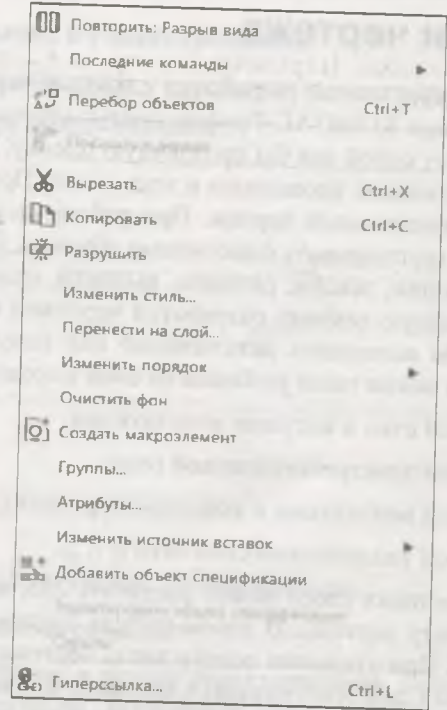
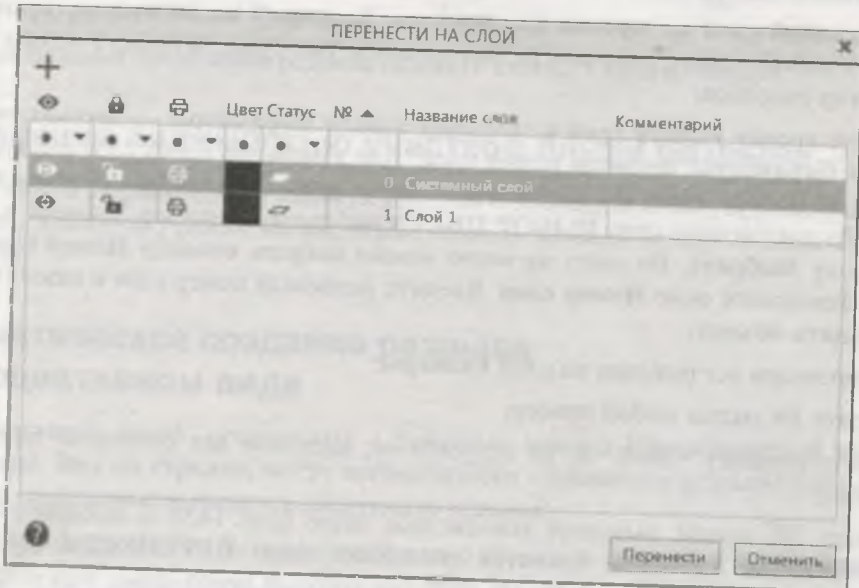

Рис. 14.9. Контекстное меню при выделении объектов
Рис. 14.10. Диалоговое окно ПЕРЕНЕСТИ НА СЛОЙ
- ◆ нажмите ЛК мышью, вызовите контекстное меню (рис. 14.9) и выберите команду **Перенести на слой...** — появится диалоговое окно **ПЕРЕНЕСТИ НА СЛОЙ** (рис. 14.10). В этом окне выделите слой, на который необходимо перенести выделенные размеры, и нажмите кнопку **Перенести** — система перенесла размеры на этот слой.